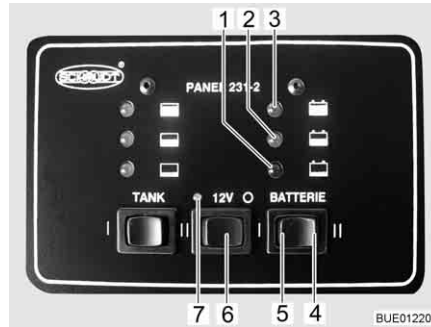

Fig. 91 Panneau de contrôle
L'interrupteur principal 12 V (Fig. 91,6) établit ou coupe l'alimentation 12 V de la cellule.
- Appuyez sur le commutateur à bascule "12 V" (Fig. 91,6) vers la gauche : L'alimentation 12 V de la cellule est assurée. Le voyant de contrôle 12 V vert (Fig. 91,7) s'allume.
- Appuyer sur le commutateur à bascule "12 V" (Fig. 91,6) vers la droite "O" : L'alimentation 12 V de la cellule est coupée. Le voyant de contrôle 12 V (Fig. 91,7) s'éteint.
- Appuyer sur le commutateur à bascule "BATTERIE" vers la gauche "I" (Fig. 91,5) : État de charge de la batterie de cellule.
Le côté droit du commutateur à bascule "BATTERIE" "II" (Fig. 91,4) n'a pas de fonction.
Le voyant de contrôle rouge (Fig. 91,1) portant le symbole  s'allume : La batterie de cellule est déchargée. Recharger immédiatement la batterie de cellule complètement.
Le voyant de contrôle jaune (Fig. 91,2) portant le symbole  s'allume : La batterie de cellule est à demi-déchargée. La réserve énergétique de la batterie de cellule ne suffit plus que pour une courte durée. Recharger bientôt la batterie de cellule.
Le voyant de contrôle vert (Fig. 91,3) portant le symbole  s'allume : La batterie de cellule est pleinement chargée.